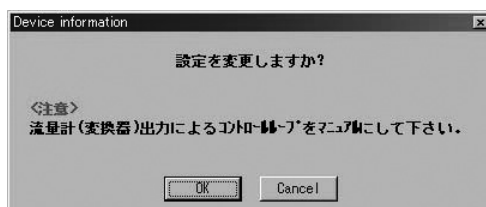

図46
- ⑤ 全ての設定が完了したら「OK」ボタンをクリックします。クリックすると図46のようなメッセージボックスが現れます。